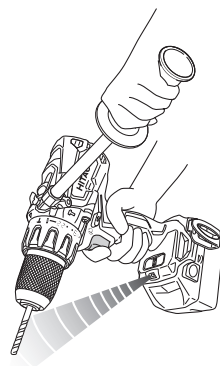

Fig. 25
17. Messages d'alerte par témoin DEL (Fig. 25)